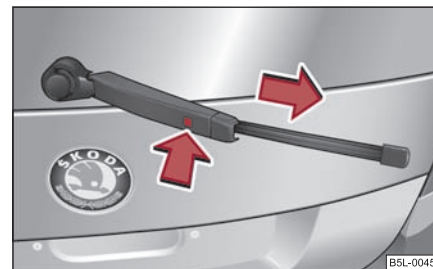

Fig. 72 Lamela ștergătorului lunetei
- Apăsați siguranța, pentru a debloca lamela, și trageți-o în direcția indicată de săgeată ⇒ fig. 72.